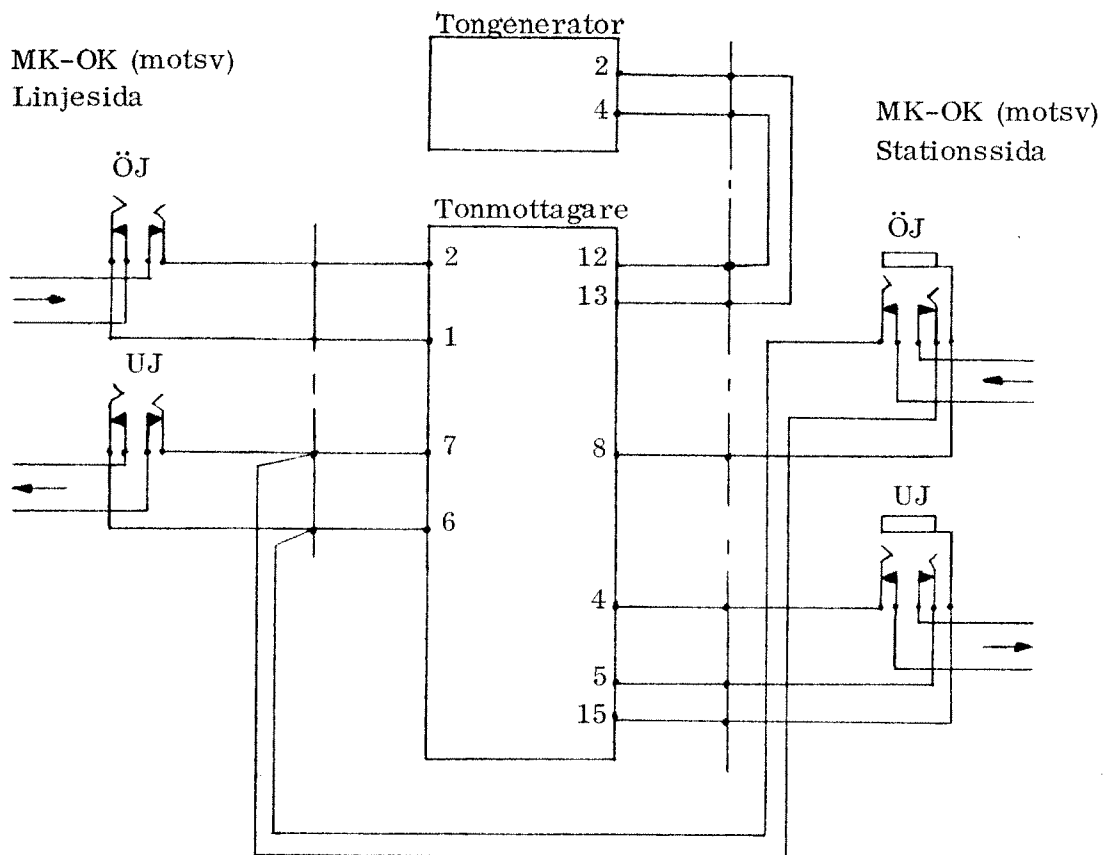

Bild 2
- 3.1.2.1 Anslut LF-mätenhetens utgång till tonmottagarens ingång 1-2 över ÖJ/MK-OK linjesida. Ställ in impedansen 600 ohm och frekvensen 1425 Hz. Se bild 2.